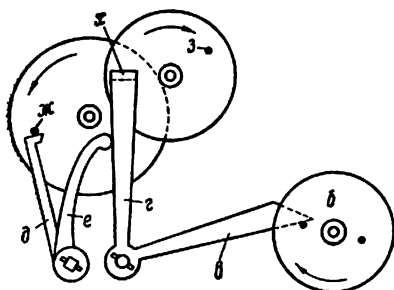

Рис. 52. Схема механизма боя
На рис. 52 схематично показаны два колеса *ж* и *з* и детали механизма боя. Штифт пускового колеса *ж* лежит на рычаге замыкания *д*, минутный триб *б*, поворачиваясь вправо, поднимает штифтом подъемник *в*, отводящий влево посредством колена *е* рычаг замыкания *д*. Как только последний освободит штифт колеса *ж*, колесный механизм придет в действие, но тотчас же остановится, так как штифт другого колеса *з* будет задержан рычагом отмыкания *г* в точке *х*. Подготовка к бою на этом заканчивается.
Пусковое колесо *ж*, после того как молоток даст последний удар, должно еще пробежать примерно  $\frac{1}{8}$  оборота до того момента, когда его штифт упрется в рычаг замыкания *д*. Штифт колеса *з* (рис. 52), когда механизм боя уже заперт, должен находиться от рычага отмыкания *г* примерно на полоборота.
**ПРАВИЛО.** Пусковые колеса *ж*, *з* и колено молотка боя должны быть установлены в положения, указанные на рис. 52, 53.